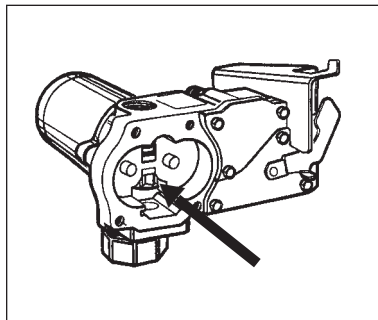

Figura 9
- b. Empuje hacia abajo en el asiento hasta que la junta tórica del asiento se expone dentro de la carcasa. (Figura 9)